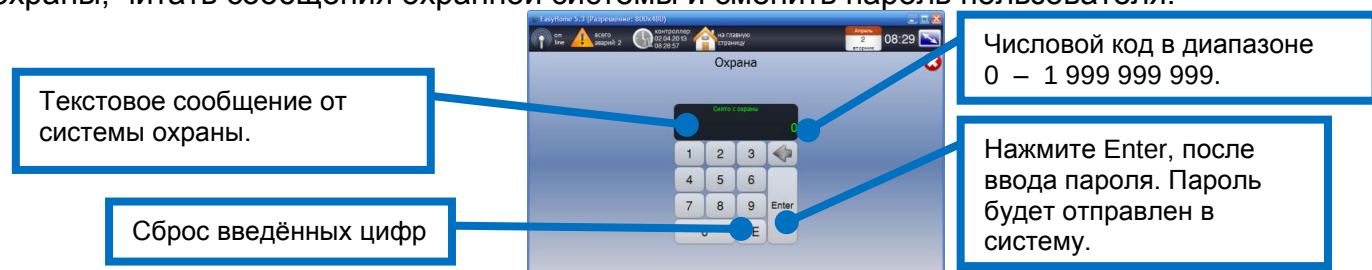

Рисунок 17 – Страница «Пароль»
Страница «Пароль» (рисунок 17) позволяет производить постановку-снятие режима охраны, читать сообщения охранной системы и сменить пароль пользователя.
- 2) Для постановки охраны на странице «Пароль» (рисунок 17) проконтролируйте статус системы "Снято с охраны" и **введите пароль** пользователя.
- 6) Для снятия с охраны на странице «Пароль» (рисунок 17) проконтролируйте статус системы и введите пароль пользователя.